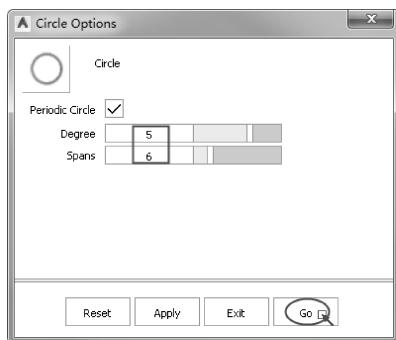

图 2-43 设置圆参数
- 04 在【Palette】(工具箱)的【Curves】标签下双击【Circle】图标, 弹出【Circle Options】对话框。在对话框中勾选【Periodic Circle】复选框, 设置【Degree】为5, 【Span】为6, 单击【Go】按钮确定, 如图 2-43 所示。